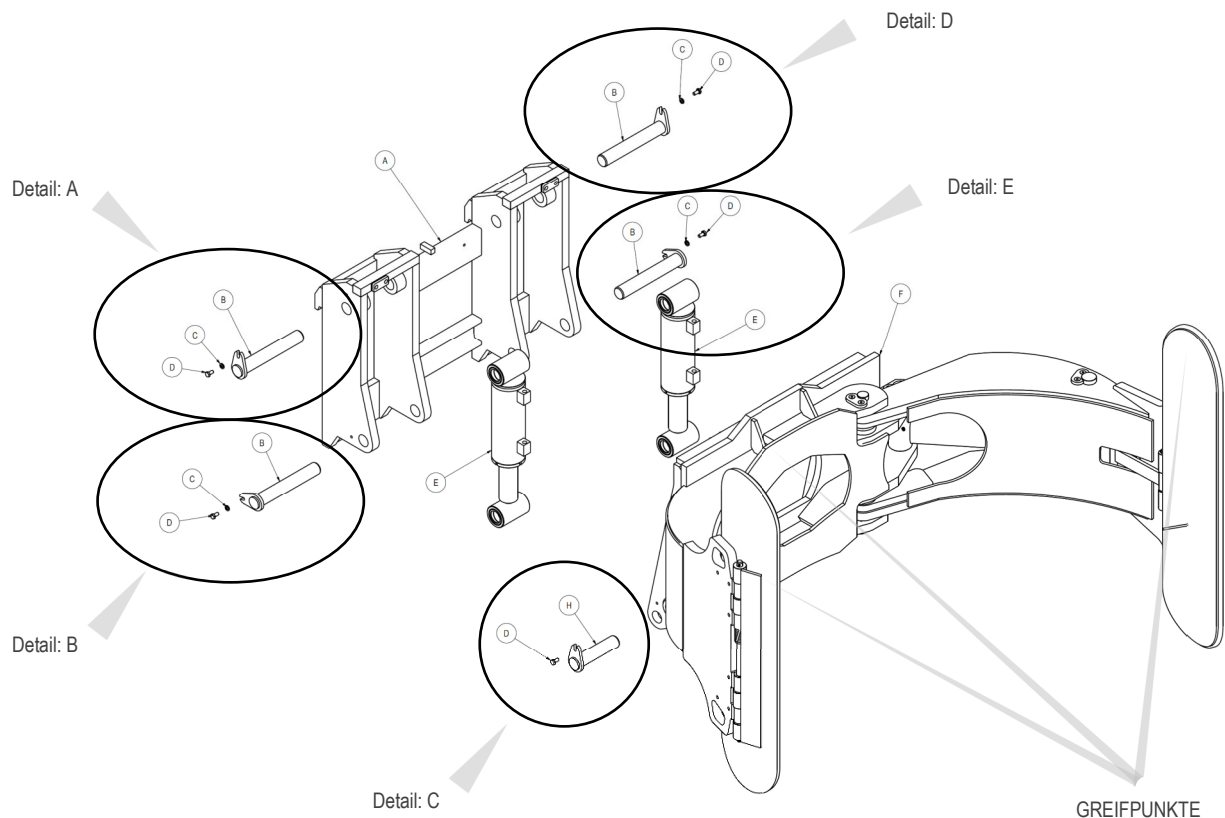

Abbildung 2
2. Entfernen Sie das Gerät vom Gabelstapler an den in Abbildung 2 gezeigten Greifpunkten.
3. Sichern Sie das Gerät mit den in Abbildung 2 gezeigten Greifpunkten.